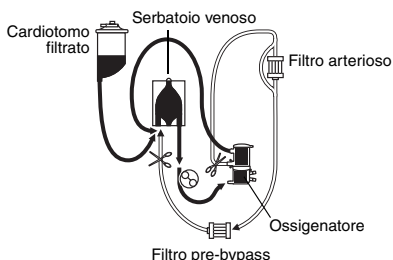

Figura 3.
Ricircolo (vedere la figura 3)
1. Dopo avere adeguatamente posizionato il tubo in una canaletta della pompa adeguatamente occlusa, togliere il clamp dall'uscita di ricircolo come indicato nella figura 3 per consentire il ricircolo tra l'ossigenatore ed il serbatoio venoso.